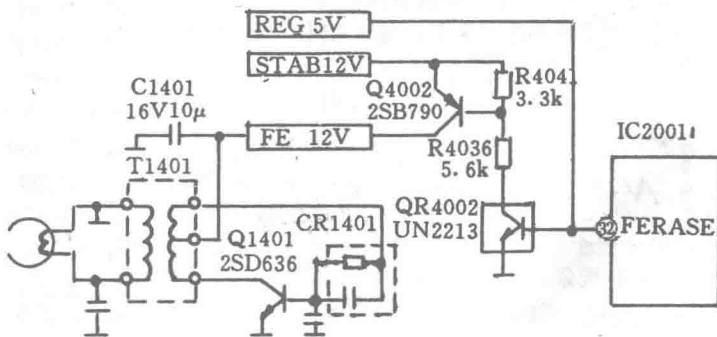

图 1
分析与检修:由上述故障现象分析,估计故障存在机械走带机构或视频信号处理电路中。拆开机壳,插入带盒按下重放键,观察机械走带机构均为正常。用示波器观察视频磁头前置放大器输出接插件 P3001⑧脚(H. AMP. SW)和⑨脚(HEADSW)信号正常。将示波器探头接 P3001⑤脚(RF-Y)和⑦脚(RF-C)观察均无信号输出,用手握住镊子往视频磁头输出接插件 P002②、④、⑤、⑦脚分别注入人体感应信号,监视器屏幕上噪波有变化。按停止键用放大镜观察视频磁头没有发现异常情况。说明该机视频磁头及视频磁头前置放大器电路工作基本正常,怀疑上述故障是由旋转消磁电路工作失常所造成的,该电路见图 1 所示。插入带盒按下记录键,用 500 型万用表检查系统控制微处理器 IC2001⑩脚(F ERASE)输出为正常的高电平 5V。按停止键后再按重放键,检查⑩脚立即从高电平 5V 变为低电平 0V,说明微处理器 IC2001⑩脚输出的控制信号指令正常,顺着信号流程检查,发现在重放状态下旋转消磁电源输出控制管 Q4002 各脚电压均为 12V(正常值 V_e 12V、